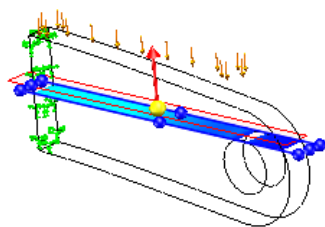

图 12.3.39 在截面上显示图解
- ☒ **只在截面上加图解** 复选框：选中该复选框，只在截面上显示图解（图 12.3.39）。